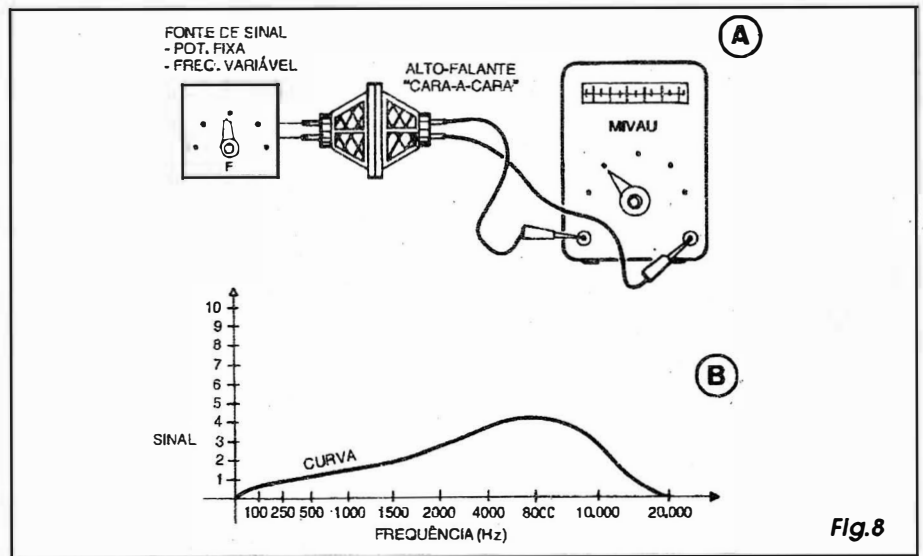

Fig.8
- FIG. 8 - LEVANTANDO CURVAS DE TRANSDUTORES... - O chamado *levantamento de curva* é uma análise altamente especializada e técnica, que pode ser feita tanto em transdutores som-eletricidade, quanto nos conversores eletricidade-som (respectivamente como exemplos: microfones e alto-falantes...). A dita curva de um transdutor é a representação gráfica da sua eficiência com relação a toda a gama de frequências do espectro de áudio... No diagrama temos o arranjo típico (e fácil de realizar...) para o levantamento da curva de um alto-falante. Torna-se necessária uma fonte de sinal de áudio de bom nível, capaz de excitar diretamente o falante (por exemplo: um oscilador com 555, dotado na sua rede determinadora de frequência, de um arranjo de capacitor, resistores fixos e potenciômetro de modo que os sinais possam ser continuamente ajustados desde cerca de 30 Hz até cerca de 30 KHz - os cálculos para tanto já foram explicados na aula que tratou do 555 como **ASTÁVEL**, vão lá...). Acopla-se um alto-falante à saída do oscilador e outro alto-falante, idêntico ao primeiro (no caso será feito o levantamento da curva do modelo em pauta...), firmemente preso *cara-a-*